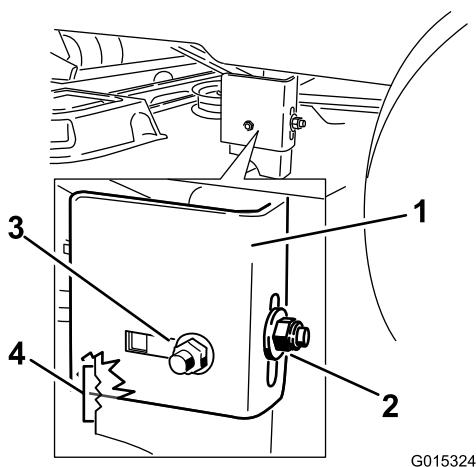

Figura 58
- Afloje la tuerca de bloqueo trasera de la pletina de suspensión (Figura 58).
- Afloje la tuerca de bloqueo lateral de la barra de soporte lo suficiente para permitir ajustar la barra (Figura 58). Utilice las muescas del soporte soldado para medir la
- Cuando la carcasa esté en la posición deseada, apriete la tuerca de bloqueo lateral de la barra de soporte para fijar la posición nueva (Figura 58). Apriete la tuerca de bloqueo trasera de la barra de soporte.